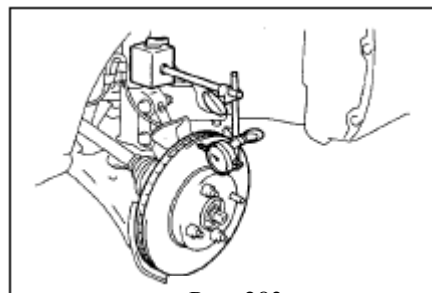

Рис. 283
(2) Цифровым тестовым прибором замерьте неравномерность отклонения тормозного диска на расстоянии 10 мм от его края.(рис. 283)